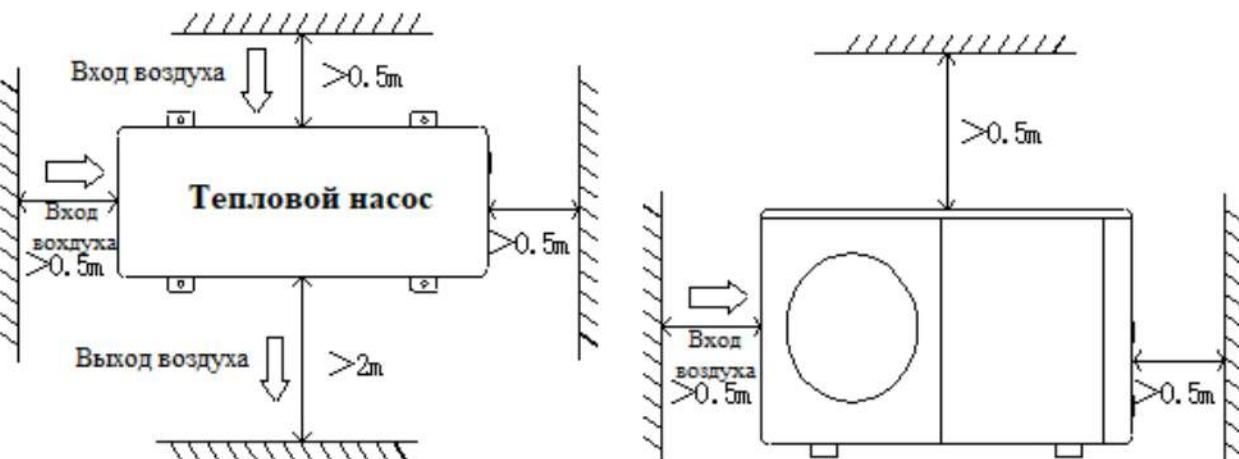

Рис.1 – Схема размещения теплового насоса
4. Для облегчения и повышения качества технического обслуживания и поиска неисправностей старайтесь не загромождать агрегат никакими предметами на расстоянии ближе 0,5 м от него. Кроме того, не допускается располагать какие-либо предметы на высоте менее 2 м от агрегата, чтобы не препятствовать циркуляции воздуха. (См. рис. 1)